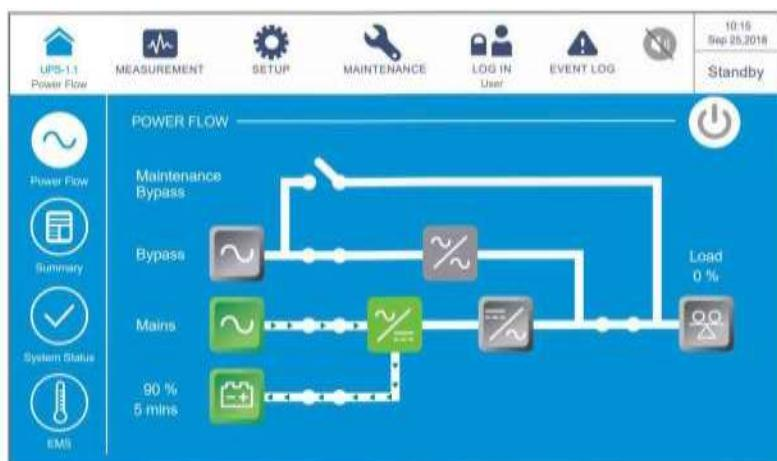

Рисунок 6-59: Экран режима ожидания
- ③ После выбора ‘YES’, ИБП отключит инвертор и прекратит подачу питания с каждого силового модуля. Поскольку в режиме преобразования частоты нет байпасного выхода питания, питание будет прекращено сразу после выключения инвертора. В этот момент силовые модули продолжают заряжать батареи, трехцветный светодиодный индикатор горит желтым, и появляется следующий экран (**Рисунок 6-59**). Расположение трехцветного светодиодного индикатора см. на **Рисунке 2-11**.